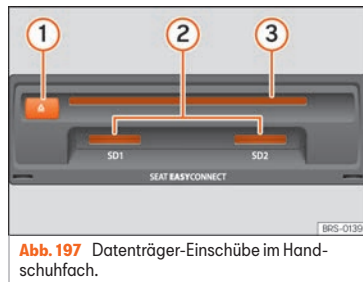

Abb. 197 Datenträger-Einschiebe im Handschuhfach.
- CD nur so weit in den CD-Schacht » » **Abb. 197** ③ einschieben, bis sie automatisch eingezogen wird.
Kompatible Speicherkarte mit der abgeschnittenen Ecke zuerst und mit der Beschriftung nach oben (Kontaktflächen nach unten) in den Speicherschacht » » **Abb. 197** ② einschieben, bis sie einrastet.